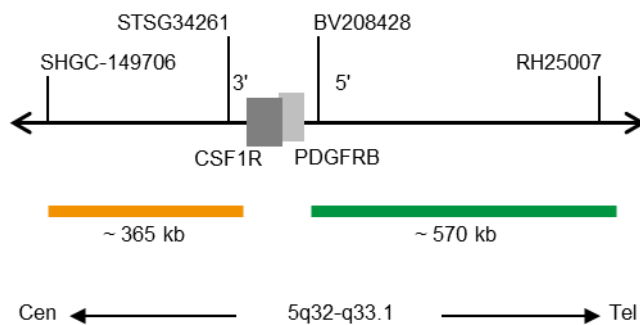

Fig. 1: SPEC CSF1R Mapa de la sonda (no está a escala)
- Polinucleótidos marcados en verde (excitación a 503 nm/emisión a 528 nm) ZyGreen (~10,0 ng/μl), dirigidos a secuencias localizadas en 5q32-q33.1* (chr5:149,548,518-150,118,449) distales a la región del punto de ruptura de CSF1R (ver Fig. 1).
- Polinucleótidos marcados en naranja (excitación a 547 nm/emisión a 572 nm) ZyOrange (~4,5 ng/μl), dirigidos a secuencias localizadas en 5q32* (chr5:149,058,515-149,421,081) proximales a la región del punto de ruptura de CSF1R (ver Fig. 1).